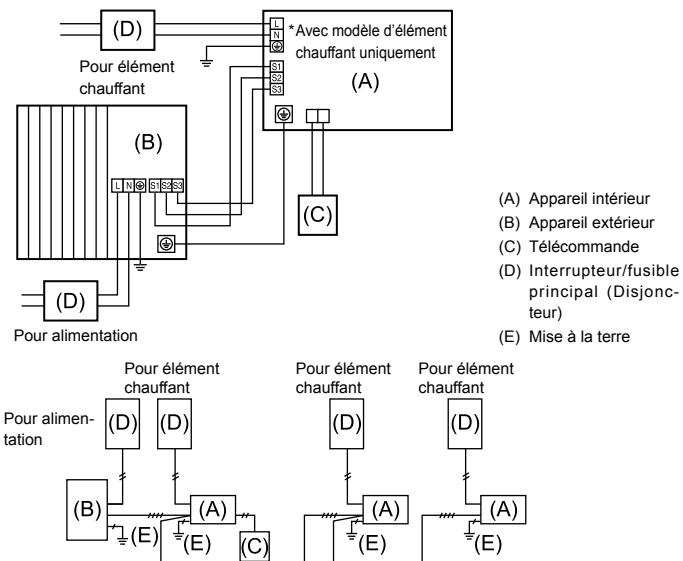
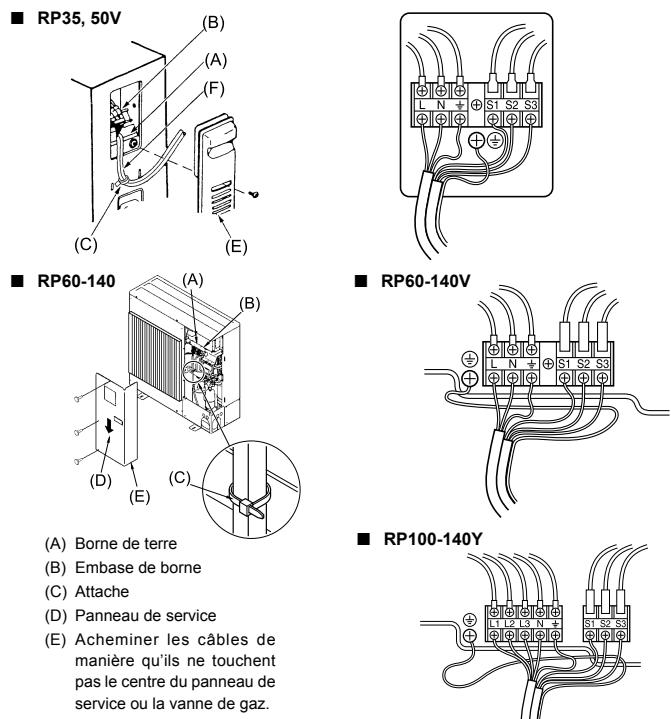

Fig. 6-1
Fig. 6-2
### 6.1. Appareil extérieur (Fig. 6-1, Fig. 6-2)
(1) Retirer le panneau de service.
(2) Effectuer le câblage conformément aux Fig. 6-1 et 6-2.